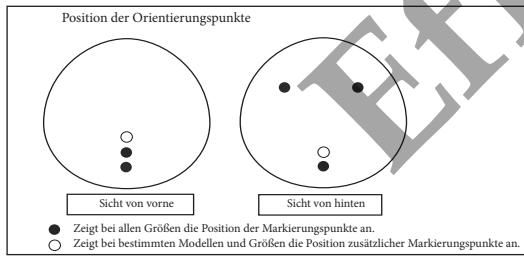

ABBILDUNG 1
- Die anatomisch geformten *Natrelle®* Einzelkammer-Brustimplantate mit Gelfüllung weisen Orientierungspunkte auf, die das korrekte Einsetzen des Implantats bei der Operation erleichtern (siehe Abbildung 1).